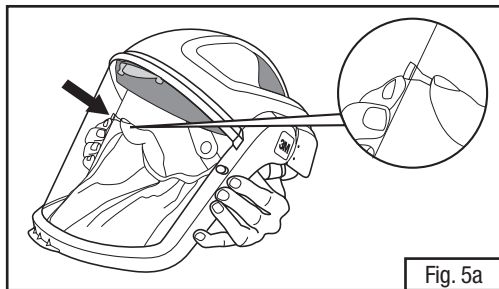
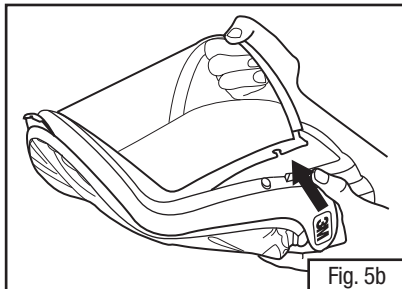

Fig. 5a
Fig. 5b
- Com a borda do visor na posição para baixo (M-100, M-200 e M-300), solte os botões do mesmo, puxando-os para fora pelo lado de dentro da borda de visor até se ouvir um “click” (Fig. 5a). Mova a borda do visor para a posição de cima (aberto) e puxe o visor para retirar da borda (Fig. 5b). Se estiver usando o M-400, pode ser mais fácil se a borda do visor estiver na posição para cima (aberto) para soltar os botões e remover o visor.
- Com o visor na posição em cima (aberto), instale um novo visor inserindo o mesmo na ranhura na borda, alinhando os entalhes no visor com os botões da borda do mesmo. Certifique-se de que o visor se encontra totalmente encaixado na ranhura (Fig. 5b).